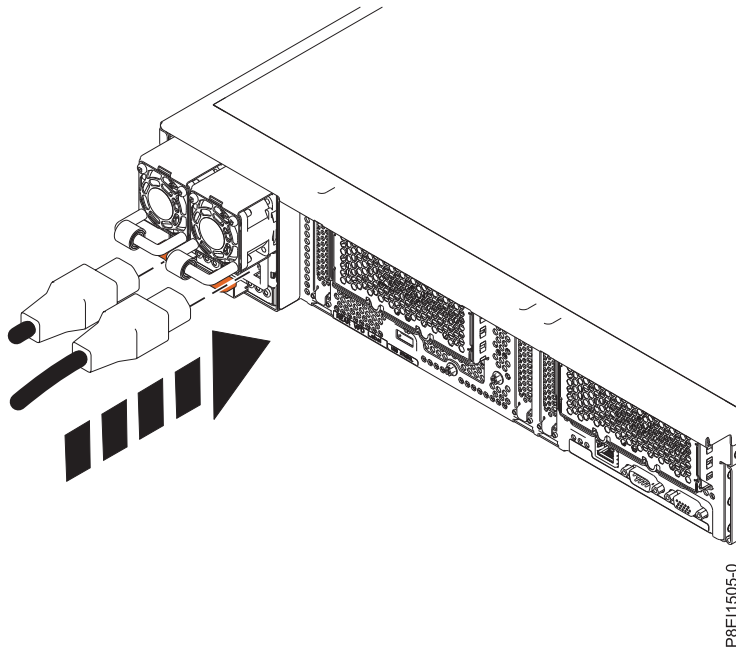

Figure 230. Branchement des cordons d'alimentation au système
2. En vous aidant des étiquettes, rebranchez les cordons d'alimentation à l'unité centrale. Voir la figure 230, à la page 217.